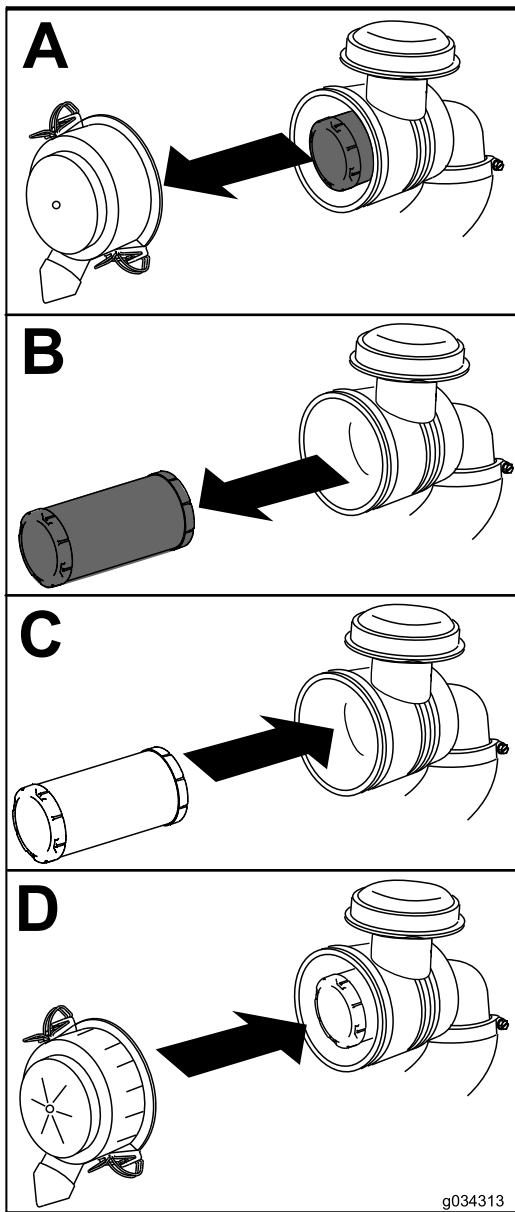

Figure 39
1. Sortez l'élément filtrant du boîtier du filtre à air avec précaution (Figure 39).
4. Reposez le couvercle du filtre à air, le côté portant l'inscription UP en haut, et verrouillez le couvercle (Figure 39).